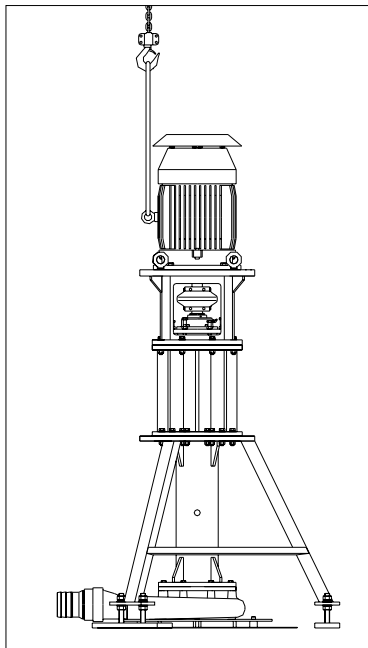

Figura 9
- En caso que se requiera, el motor debe ser izado utilizando el cáncamo situado en éste para evitar posibles daños personales o al equipo, Figura 9.